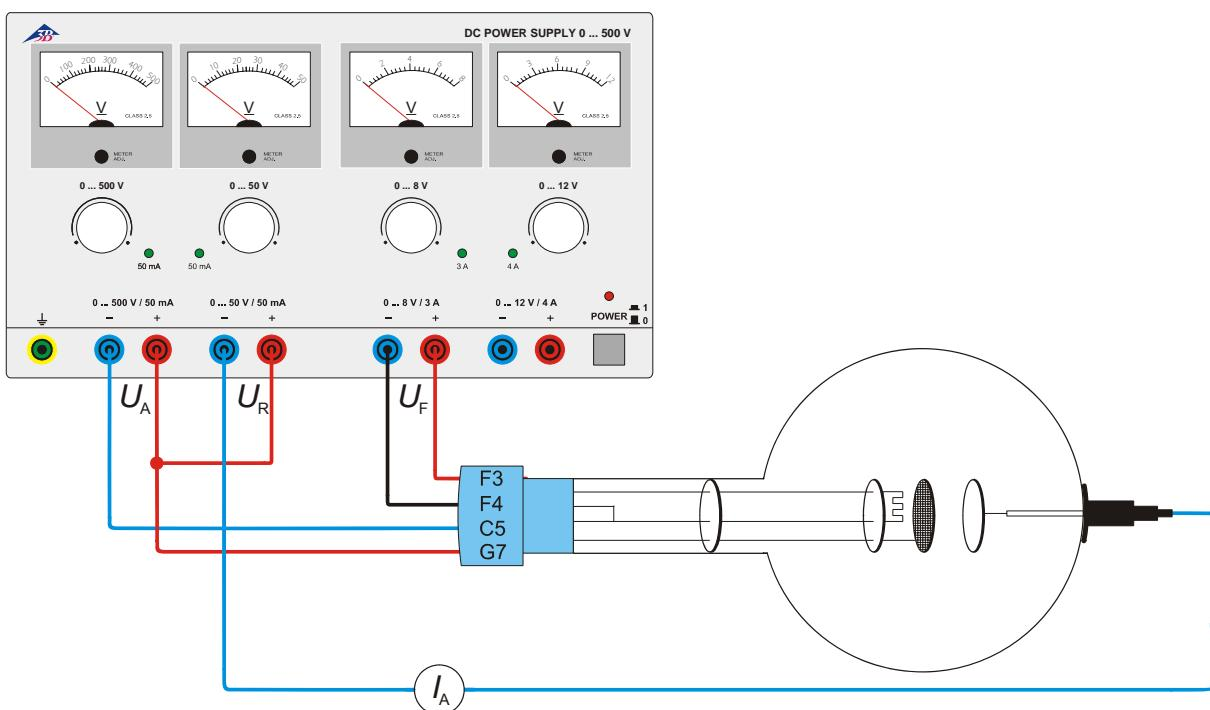

Fig. 4 Arranjo de Franck-Hertz
- Producir a comutação segundo fig. 4.